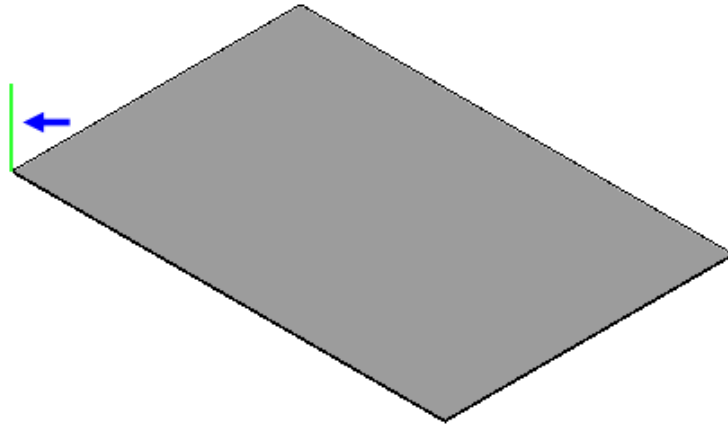

Рисунок 10.
- Закройте эскиз и отобразите модель целиком (рис. 10).